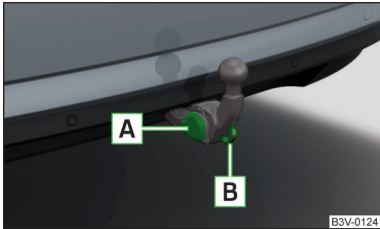

Abb. 309
- › Die Abdeckkappe der Steckdose aufklappen und den Stecker des Anhängers (des Zubehörs) in die 13-polige Steckdose **A** einstecken » Abb. 309. (Wenn der Anhänger/das Zubehör über einen 7-poligen Stecker verfügt, einen Adapter aus dem ŠKODA Original Zubehör verwenden).